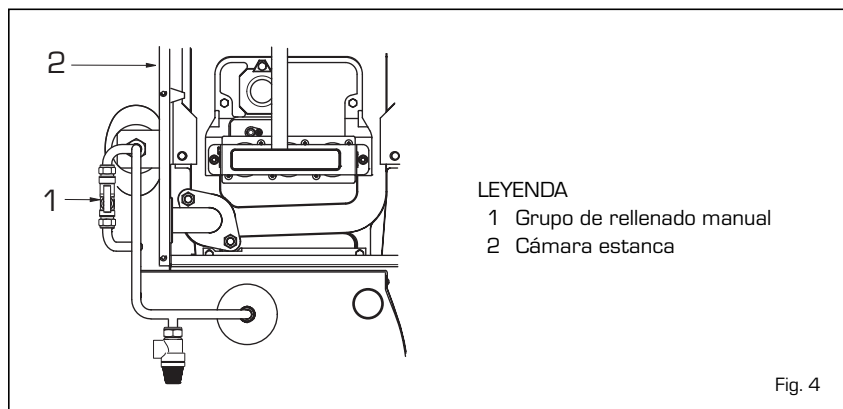

Fig. 4
2.4 RELLENADO DE INSTALACION (fig. 4)